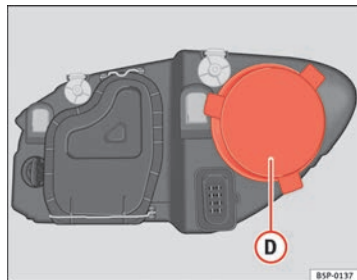

Abb. 189 Standlicht
- Den Deckel => Abb. 189 **D** abziehen.